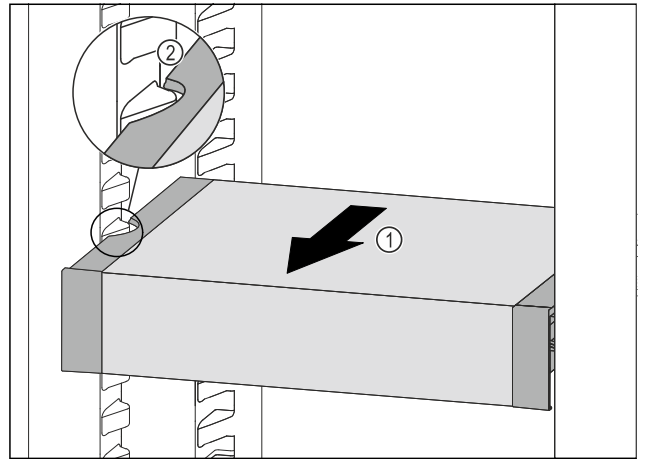

Fig. 200
- ▶ VarioSafe nach vorne ziehen Fig. 200 (1), bis sich die seitlichen Aussparungen des VarioSafes auf Höhe der Behälterrippe im Kühlteil befinden. Fig. 200 (2)